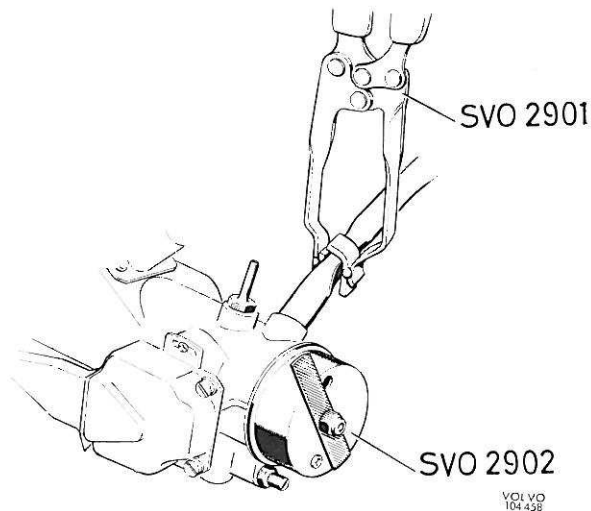

Figure 2—63. Capot pour calage d'allumage
3. Mettre le moteur en marche. Monter le capot plastique SVO 2902 comme le montre la figure 2—63 et faire descendre le régime moteur aux environs de 700 à 800 tr/mn en déplaçant la plaque sur le trou de ce capot plastique.